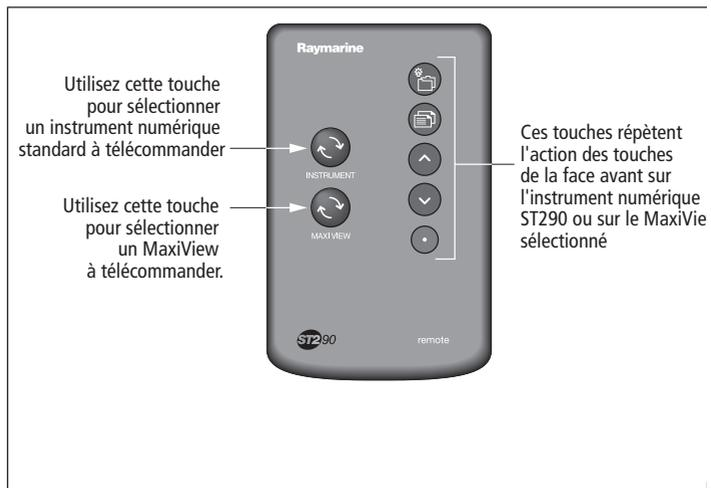

Figure 2-3 : Commandes à distance
Les fonctions assignées à chaque touche du clavier sont indiquées en Figure 2-3.
2. Commandez les fonctions de l'instrument sélectionné, à l'aide des touches du clavier déporté (Voir Figure 2-3).